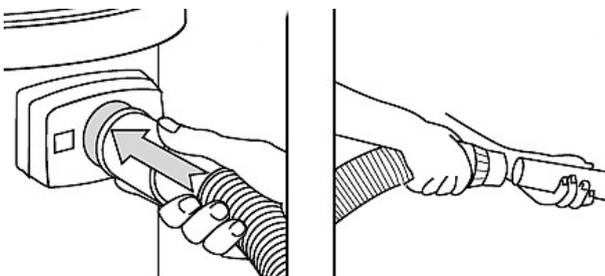

Abb. 7: Montage Schlauch
- Schließen Sie den SAugschlauch an der Saugöffnung des Trockensaugers an. Das andere Ende des Saugschlauchs verbinden Sie mit einer Verlängerung bzw. passenden Düse (Abb. 7).